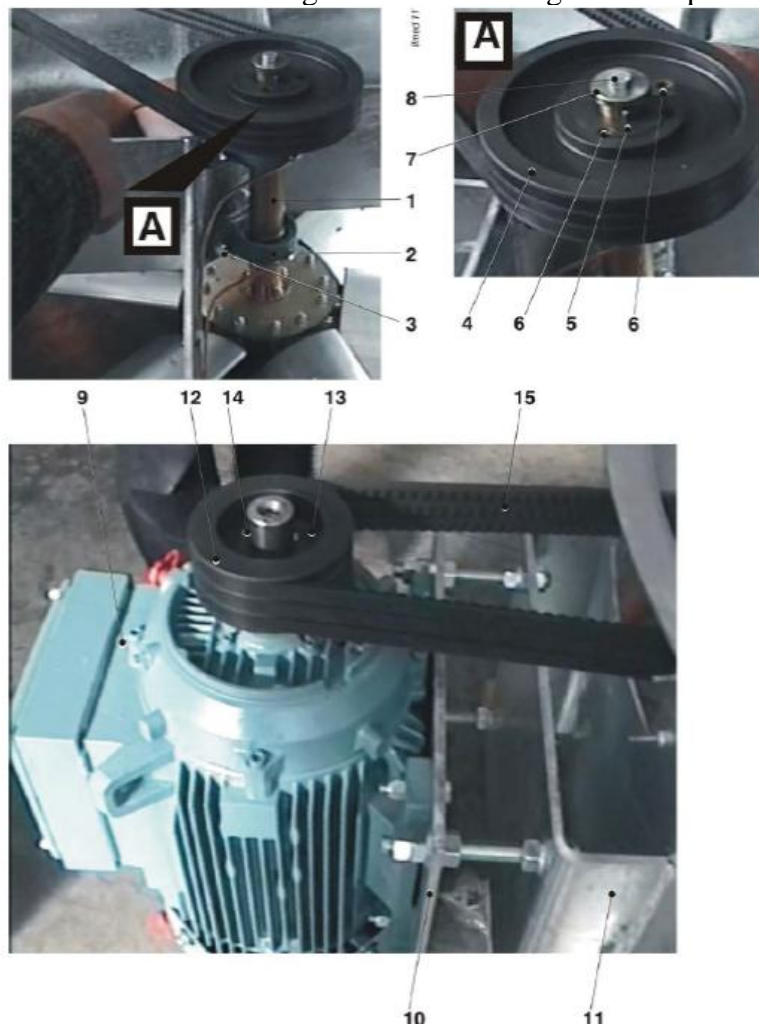

Figura 2-3: Instalación del impulsor de ventiladores series GFF-01 / GFF-04 / TFF-09 / TFF-12.
1. Instale el árbol de transmisión (1, Figura 2-3) dentro del soporte de dos cojinetes (2), asegurando ambos con la pareja respectiva de tornillos y arandelas (3). Si se ha suministrado la unidad con “MONOBLOQUE”, instale el mismo, teniendo cuidado de respetar las indicaciones que se dan en el mismo en relación a las indicaciones "lado de polea" y "lado de impulsor".
2. Instale el árbol de transmisión (2, Figura 2-3) dentro del soporte de dos cojinetes (3), asegurando ambos con la pareja respectiva de tornillos y arandelas (4). Si se ha suministrado la unidad con “MONOBLOQUE”, instale el mismo, teniendo cuidado de respetar las indicaciones que se dan en el mismo en relación a las indicaciones "lado de polea" y "lado de impulsor".